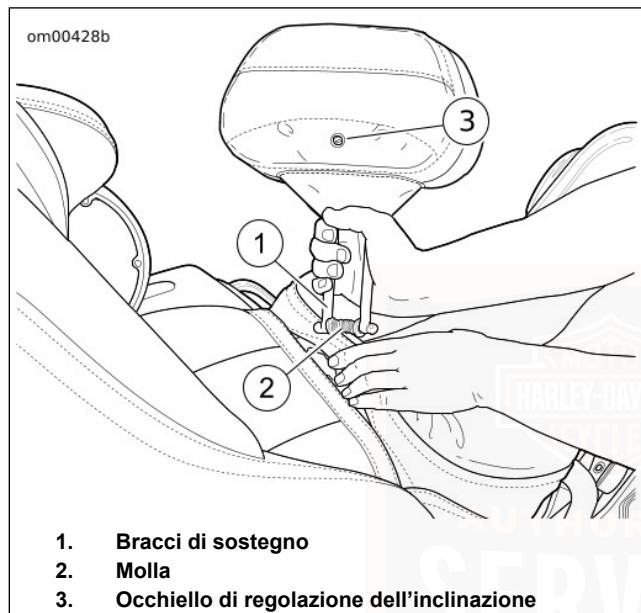

Figura 46. Installazione dello schienale del pilota
2. Vedere Figura 46. Con le due mani, premere l'uno contro l'altro i due bracci di sostegno a molla.
Registrazione dell'inclinazione (angolatura): Vedere Figura 46. Individuare la vite di blocco dietro all'occhiello (3) sulla